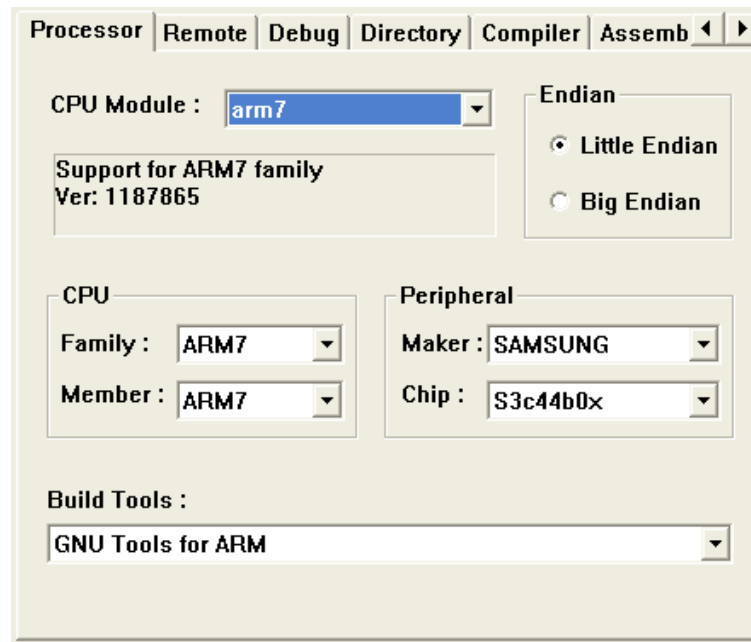

Figura 4.9: Configuración del procesador y periféricos.
- *Processor*: Seleccionar las opciones de la figura 4.9.